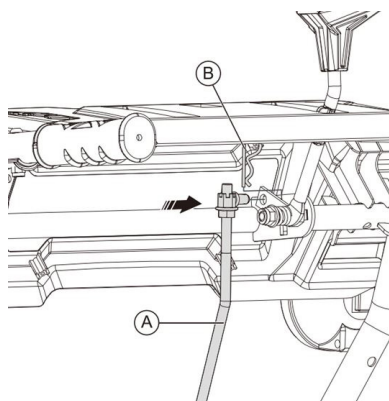

Рис.5
Шплинтом (B) зафиксируйте крепление тяги (A) на нижней части приборной панели рычага выбора передачи (Рис. 5).